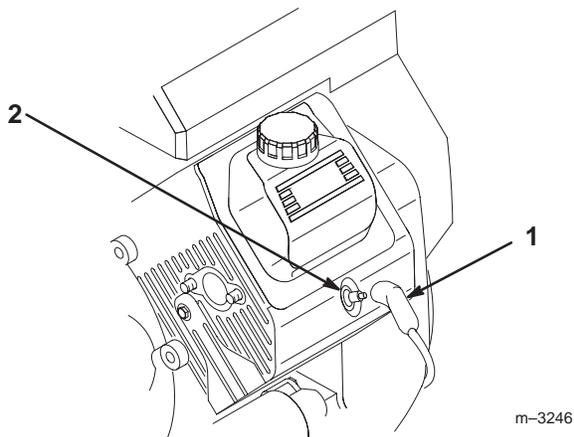

Figure 49
3. Débranchez les fils des bougies (Fig. 49).
3. Rebranchez les bougies (Fig. 49).